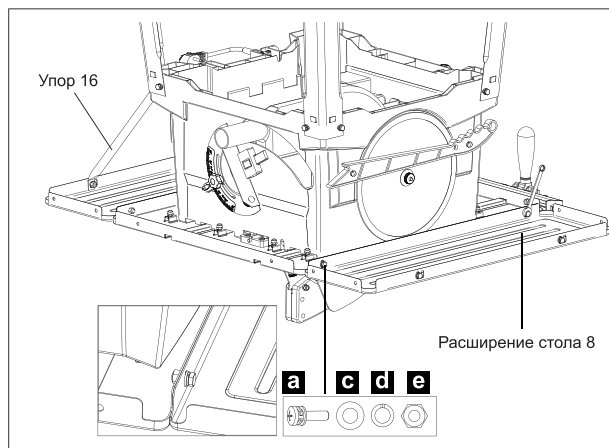

Рис. 3
2. Переверните станок на рабочий стол и установите слева и справа расширения стола 8 (рис. 3).